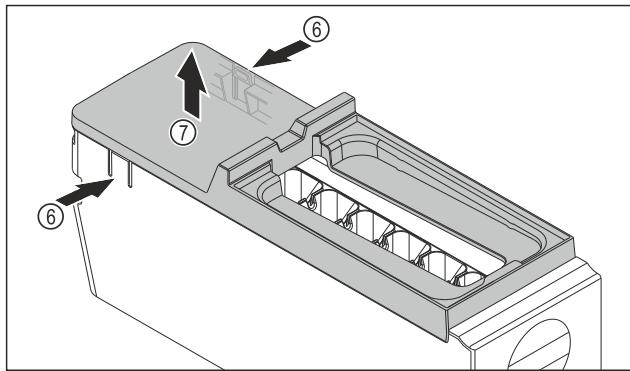

Fig. 213
- Зняти кришку з корпусу EasyTwist-Ice: натиснути однією рукою на накладки Fig. 213 (6) з обох боків корпусу EasyTwist-Ice.
- Зняти кришку Fig. 213 (7), потягнувши її вгору іншою рукою.